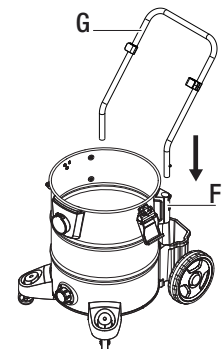

Fig. 5
- Insertar el asa de transporte (G) en las asas tanque lateral (F). (Fig. 5)